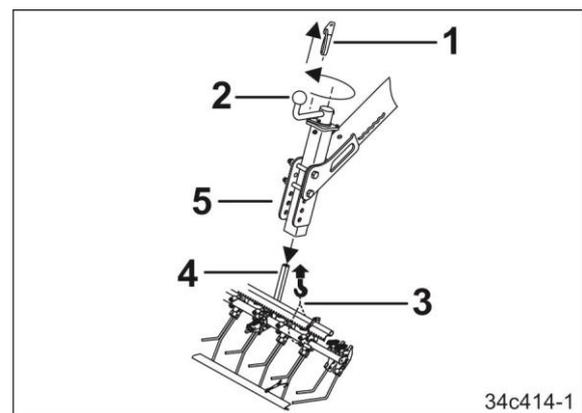

Fig. 510
4. Den Klappstecker (Fig. 510/1) herausziehen.
5. Die Kurbel (Fig. 510/2) links herum drehen.
Die Seile (Fig. 510/3) müssen immer gespannt sein.
Sobald sich das Spindelunterteil (Fig. 510/4) vom Spindeloberenteil (Fig. 510/5) löst, hängt der Exaktstriegel am Kran.